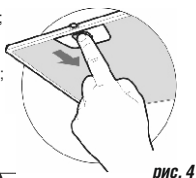

рис. 4
- перед установкой вытяжки снимите алюминиевый фильтр (рис. 4);
8.3 Для очистки алюминиевого фильтра извлеките его из вытяжки (рис.4). Произведите очистку фильтра с помощью щетки горячим водным раствором нейтрального моющего средства вручную или в посудомоечной машине (при 60°C). Сильно загрязненный фильтр не следует мыть в посудомоечной машине вместе с посудой. Старайтесь не сгибать фильтр при мойке. Возможное изменение цвета фильтра, с течением времени, не приводит к снижению эффективности его действия.